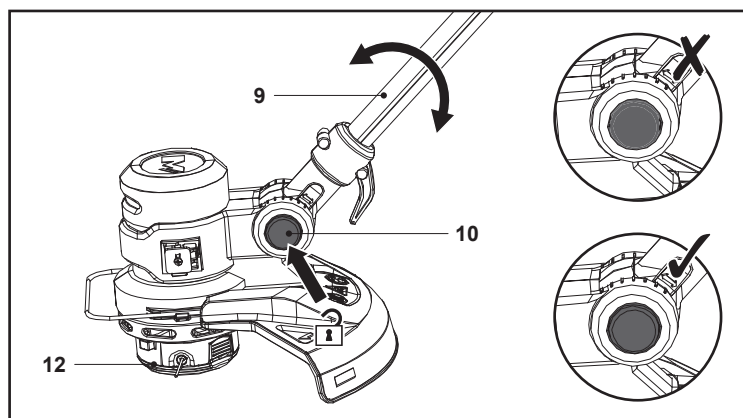

Fig. 11
1. Prima o botão de desbloqueio (10) e mantenha-o nessa posição.
2. Mova a haste inferior (9) ligeiramente para cima ou para baixo (Fig. 11).
3. Solte o botão de desbloqueio (10) e continue a mover a haste inferior (9) até encaixar no devido lugar.